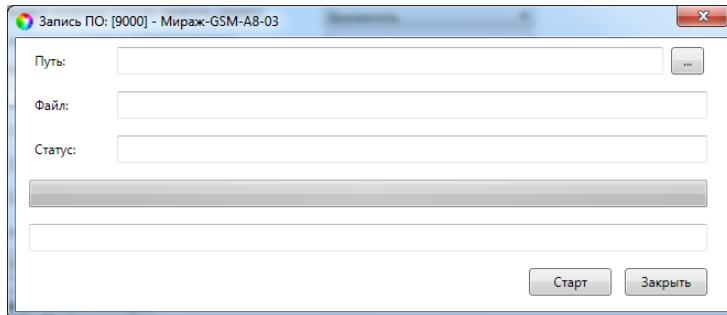

Рис. 10.2. Окно Запись ПО
5. В открывшемся окне *Запись ПО* (рис. 10.2) в поле **Путь** укажите путь к файлу встроенного ПО трансивера на вашем ПК (файл имеет расширение .sbin). После этого в поле **Файл** будут отображены свойства указанного файла встроенного ПО (версия ПО и тип устройства, для которого оно предназначено).